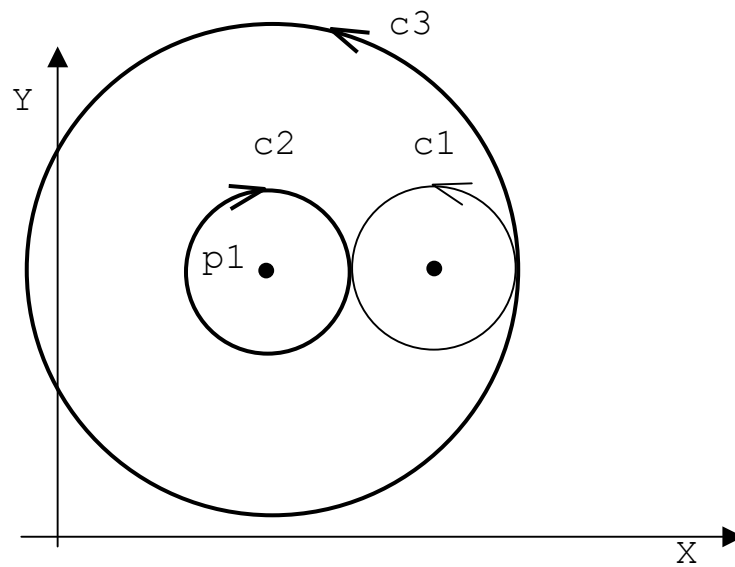

Рисунок 2.94
- окружность с центром в предопределённой точке и касательная к предопределённой окружности (рисунок 2.94):